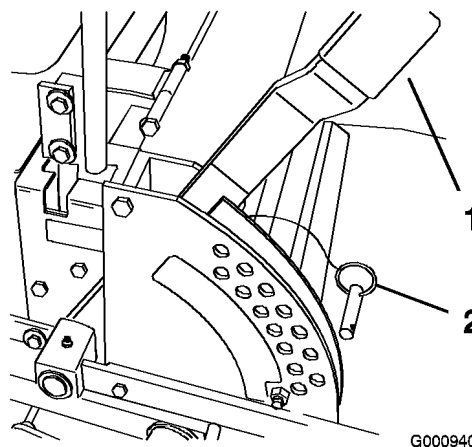

Figura 18
1. Levante la palanca de ajuste de la altura de corte a la posición de transporte (que es también la posición de altura de corte de 127 mm) (Figura 18).
2. Para ajustarla, retire el pasador del soporte de altura de corte (Figura 18).
3. Seleccione un taladro del soporte de altura de corte que corresponda a la altura de corte deseada, e inserte el pasador (Figura 18).